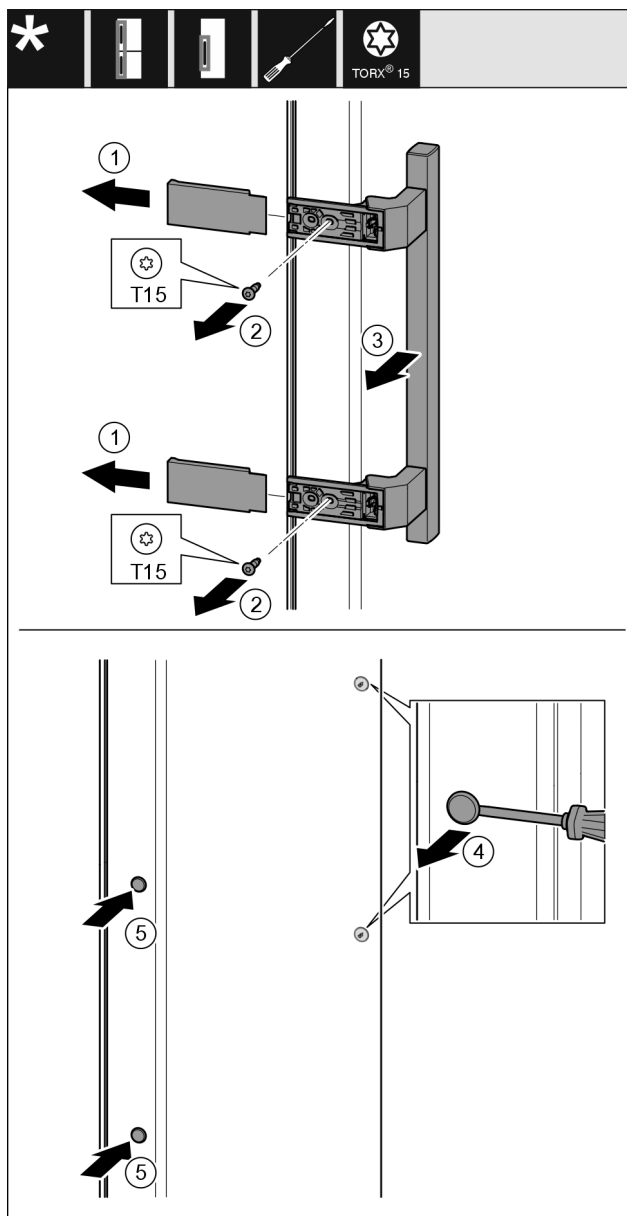

Fig. 24
- Levante la cubierta Fig. 24 (1).
- Desatornille los tornillos Fig. 24 (2) con el destornillador.
- Retire el tirador Fig. 24 (3).
- Levante con cuidado el tapón lateral Fig. 24 (4) con un destornillador de punta plana y extráigalo.
- Vuelva a colocar el tapón Fig. 24 (5) en el otro lado.